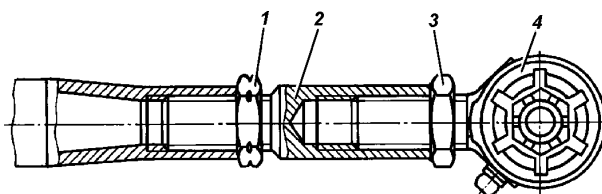

Рис. 12.8. Тяга рулевой трапеции:
4. Закрепите тягу в тисках, отверните стопорные гайки 1 (рис. 12.8) и 3 и выверните наконечники 4 и регулировочный штуцер 2.